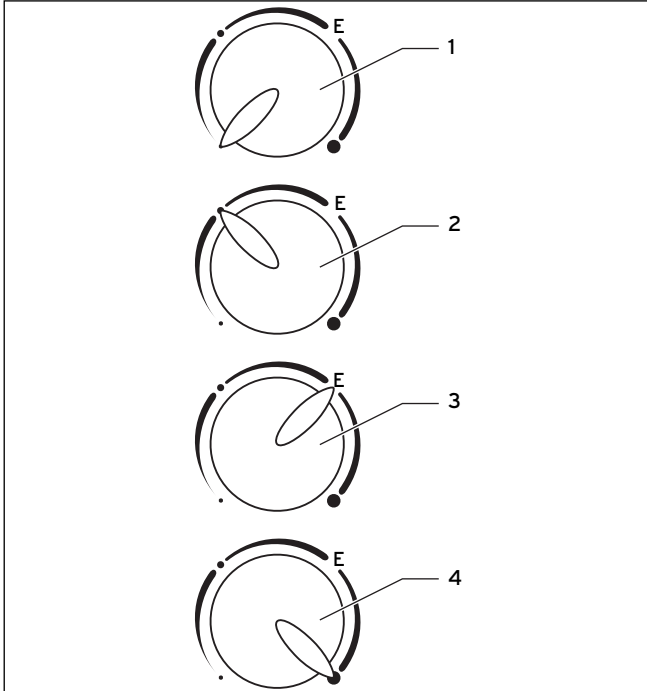
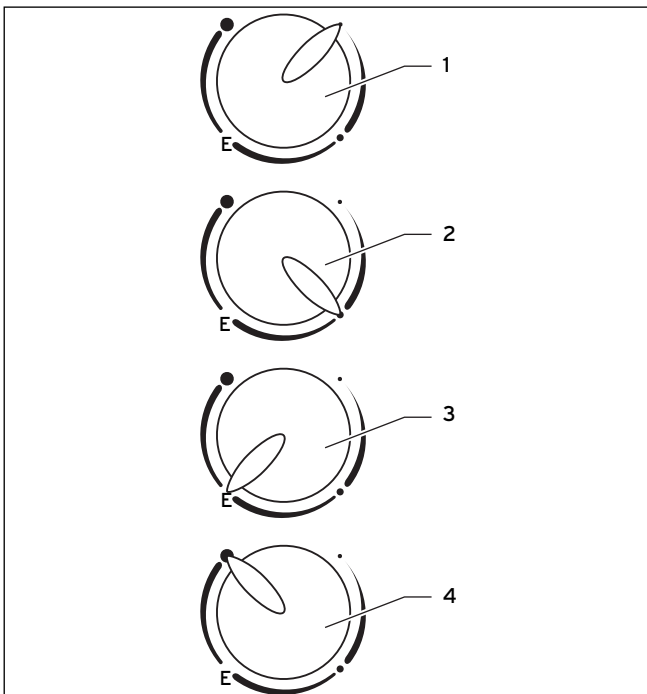

Abb. 7.3 Temperaturwähler Untertischgerät
Abb. 7.4 Temperaturwähler Übertischgerät
Das Wasser wird bei angeschlossenem Elektro-Warmwasserspeicher vor Einfrieren geschützt. In der Stellung Frostschutz (→ (1), **Abb. 7.3**, **Abb. 7.4**) bleibt das Speicherwasser kalt. Der Elektro-Warmwasserspeicher wird jedoch durch eine Frostschutzsicherung bei angeschlossenem Speicher vor Einfrieren geschützt.